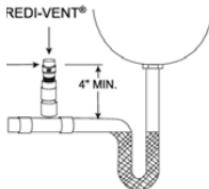
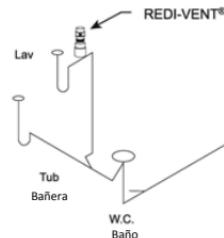

Figure 2
Figure 3
- The REDI-VENT® must be installed in a vertical position a minimum of 4" above the horizontal branch drain or fixture drain being vented (see Fig. 2).
- The REDI-VENT® is rated for single fixtures (fig 2), kitchen sinks and bathroom groups (fig. 3) including back to back applications up to 20 DFUs.
- El REDI-VENT® debe ser instalado en posición vertical con un mínimo de 4" por encima del desagüe horizontal o de la tubería a ventilar (ver Fig. 2).
- El REDI-VENT® está diseñado para instalaciones simples (ver Fig. 2) o grupos de baños pequeños que no excedan 6 muebles conectados (lavamanos, WC, fregadero, etc) (ver fig. 3).